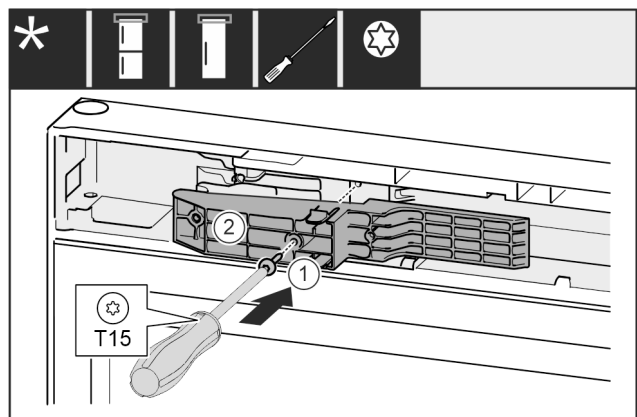

Fig. 70 *
- Placer l'adaptateur Fig. 70 (1) côté poignée dans l'évidement.*
- Serrer la vis Fig. 70 (2) avec un tournevis.*